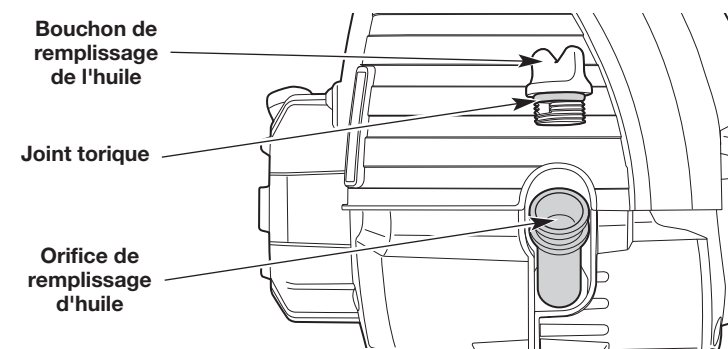

Fig. 18
3. Nettoyez la zone autour du bouchon de remplissage (Fig. 18) pour empêcher des débris d'entrer dans l'orifice de remplissage d'huile.
REMARQUE : Assurez-vous que le joint torique est en place sur le bouchon de remplissage d'huile (Fig. 18).
1. Nettoyez la zone autour du bouchon de remplissage (Fig. 18) pour empêcher des débris d'entrer dans l'orifice de remplissage d'huile.